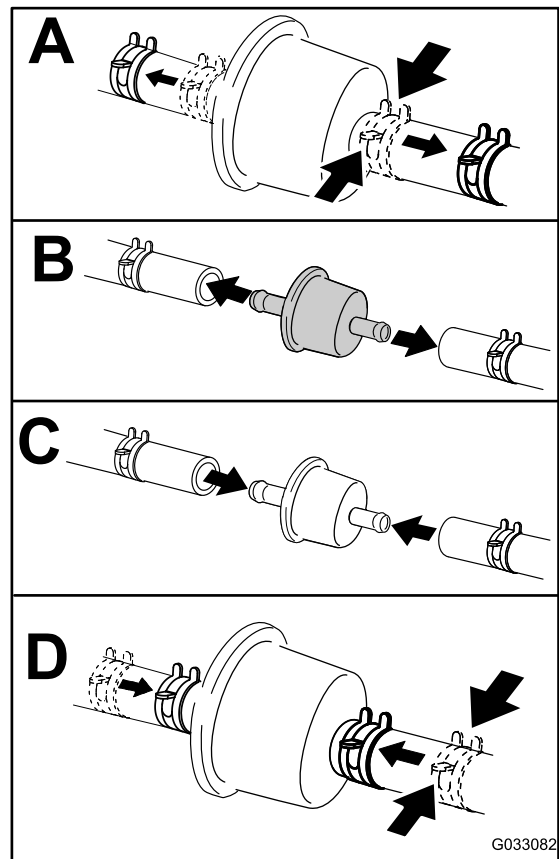

Bild 47
4. Wechseln Sie den Kraftstofffilter aus, wie in Bild 47 abgebildet.